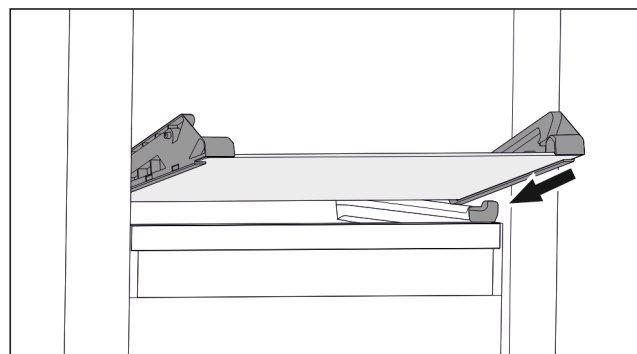

Fig. 109 Glashylla för tippbar utdragslåda
- ▶ Sätt på glashylla i vinkel bakom stoppklackarna. (se Fig. 109)